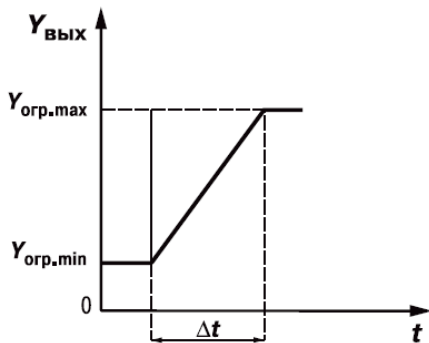

Рисунок 3.10
- скорости изменения $v_{\text{огр}} = \frac{Y_{\text{огр.max}} - Y_{\text{огр.min}}}{\Delta t}$ (рисунок 3.10), используемые для